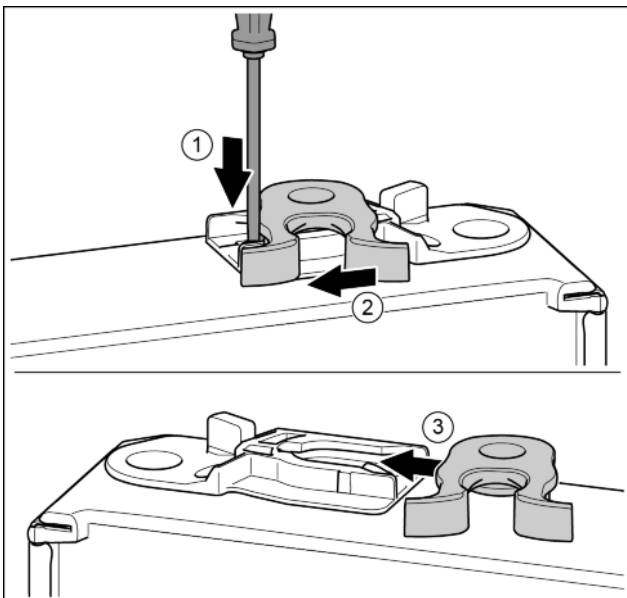

Fig. 18\*
- ▶ Plochým šroubovákem přitlačte lamelu dolů.\* Fig. 18 (1)
- ▶ Vytáhněte petlici z vedení.\* Fig. 18 (2)
- ▶ Petlici zasuňte do vedení na druhé straně.\* Fig. 18 (3)